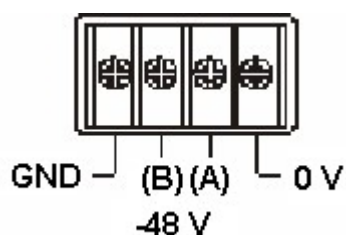

Рис. 3.1. Подключение питания и заземления к FG-MRU-AC/DC.
3. Подключить питание от стационарного источника (см. рис. 3.1 и 3.2) или от 220 В при помощи кабеля, входящего в комплект поставки.